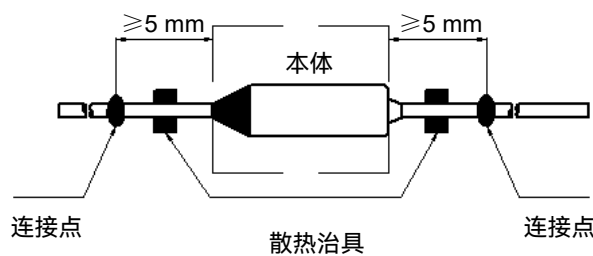

图2
2. 引线上的连接点距离温度转换器本体应  $\geq 5$  mm（参考图2）。
3. 在钎焊过程中，焊点与温度转换器之间应使用散热装置（参考图2）。
2. 在点焊过程中，焊点与温度转换器之间应使用散热装置（参考图2）。